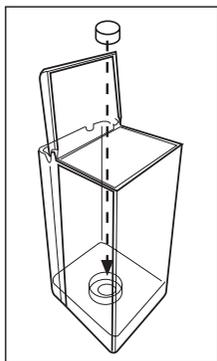

Fig. 19
- Introduzca el adaptador en el depósito empujando hasta el fondo (Fig.19)